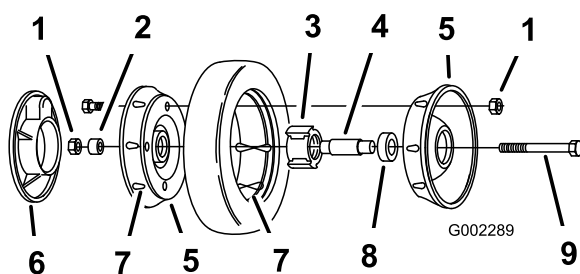

Figura 33
3. Retire el perno, el suplemento de la rueda y la contratuerca que monta la rueda al brazo de pivote (Figura 33).
4. Separe las mitades de la rueda del neumático retirando los 4 pernos y las 4 contratuercas (Figura 33).
Nota: Si retira los cojinetes del conjunto de cojinete/buje, retírelos apretando sobre el suplemento del cojinete (Figura 33).
1. Coloque el neumático en una mitad de rueda, alineando las orejetas en cada pieza (Figura 33).
2. Coloque el conjunto cojinete/buje en el hueco central de la mitad de la rueda. Asegúrese de que las patas del buje están posicionadas sobre la brida del hueco (Figura 33).
3. Coloque la otra mitad de la rueda sobre el conjunto cojinete/buje, alineando las orejetas de la rueda y del neumático y los taladros de montaje (Figura 33).
4. Usando 2 tornillos o pernos de rosca completa (1/4-20 x 1,50 pulgadas) y tuercas no de freno, conecte sin apretar las dos mitades de la rueda. Monte los tornillos o pernos en taladros opuestos (Figura 33).
5. Compruebe la alineación de todas las piezas y apriete los pernos, alternando de uno a otro para que el encaje sea uniforme, hasta que las mitades de la rueda estén juntas (Figura 33).
6. Instale los 2 pernos y 2 contratuercas que retiró anteriormente en los taladros restantes de las mitades de la rueda, y apriételos. Retire los dos tornillos o pernos largos y sustitúyalos por 2 pernos y 2 contratuercas (Figura 33).
Asegúrese de que el suplemento está colocado entre el buje de la rueda y el brazo de pivote (Figura 33).